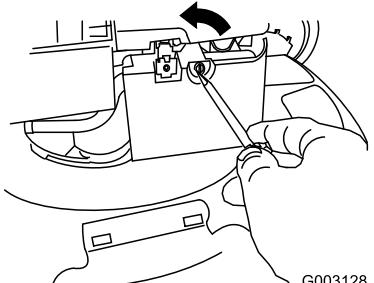

Figure 38
- Ouvrez le couvercle du filtre à air avec un tournevis (Figure 38)